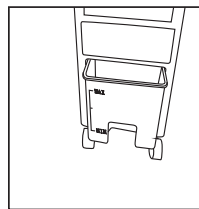

рис. 3
- Уровень воды должен находиться между линиями, обозначающими минимум и максимум (см. рис. 3).